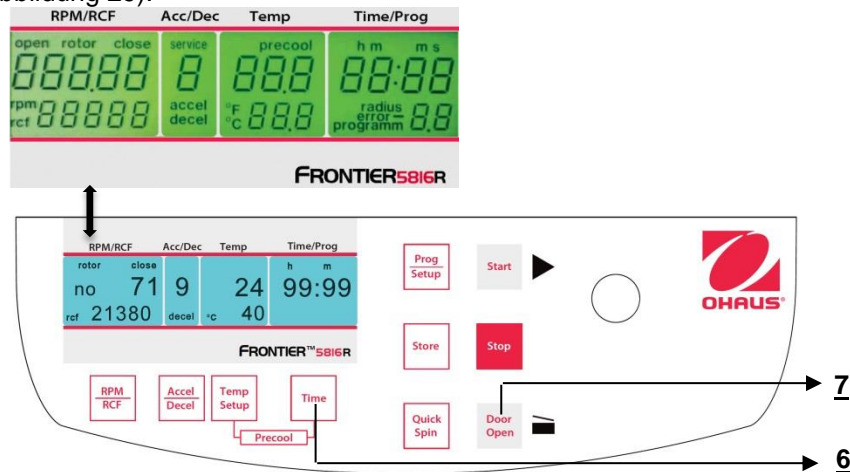

Abbildung. 29
Während die Zentrifuge ausgeschaltet ist, drücken Sie gleichzeitig die Tasten **"Time"**(6) und **"Door Open"** (7) und schalten Sie die Zentrifuge am Hauptschalter ein. Lassen Sie nun beide Tasten los und als ein Ergebnis hiervon wird ein Anzeigetest von ungefähr 5 Sekunden durchgeführt. Alle Indikatoren werden gleichzeitig erscheinen (siehe Abbildung 29).